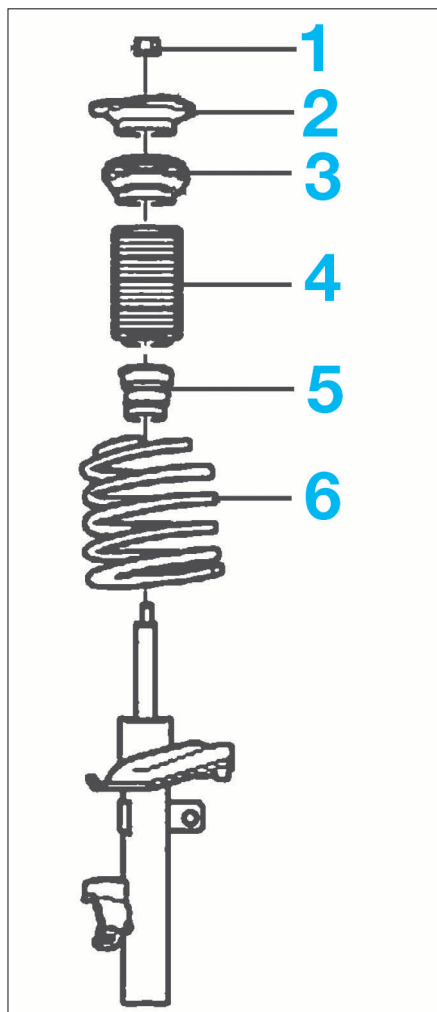

FIG. 5
- l'écrou de tige d'amortisseur (1) (Fig.5) tout en maintenant la tige à l'aide d'une clé Allen.